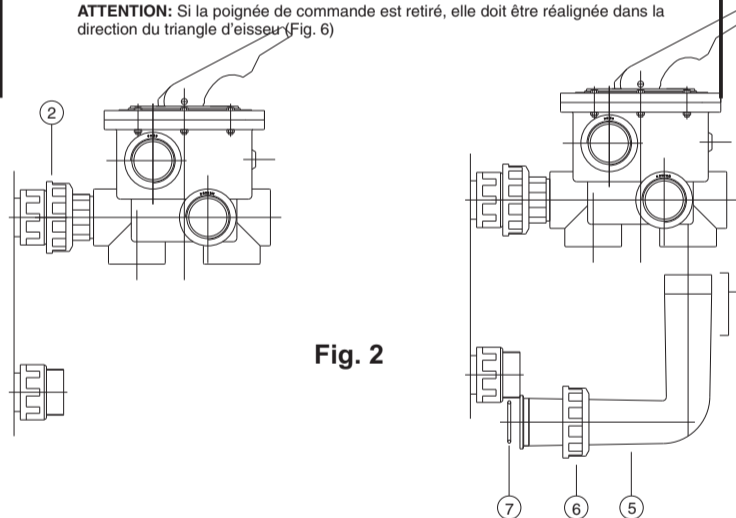

Fig. 2
2. Unir la vanne avec la sortie supérieure du filtre en visant l'écrou (2) de façon à ce que la vanne puisse tourner autour de l'axe de l'écrou (figure 2). S'assurer que le joint torique (4) est bien dans son emplacement avant de serrer l'écrou (2).